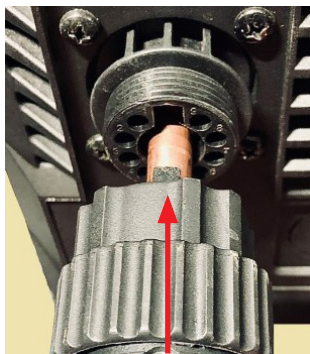

bild 1
- Placera plasmabrännarens kontakt i eurokontaktuttaget som visas i bild 1.